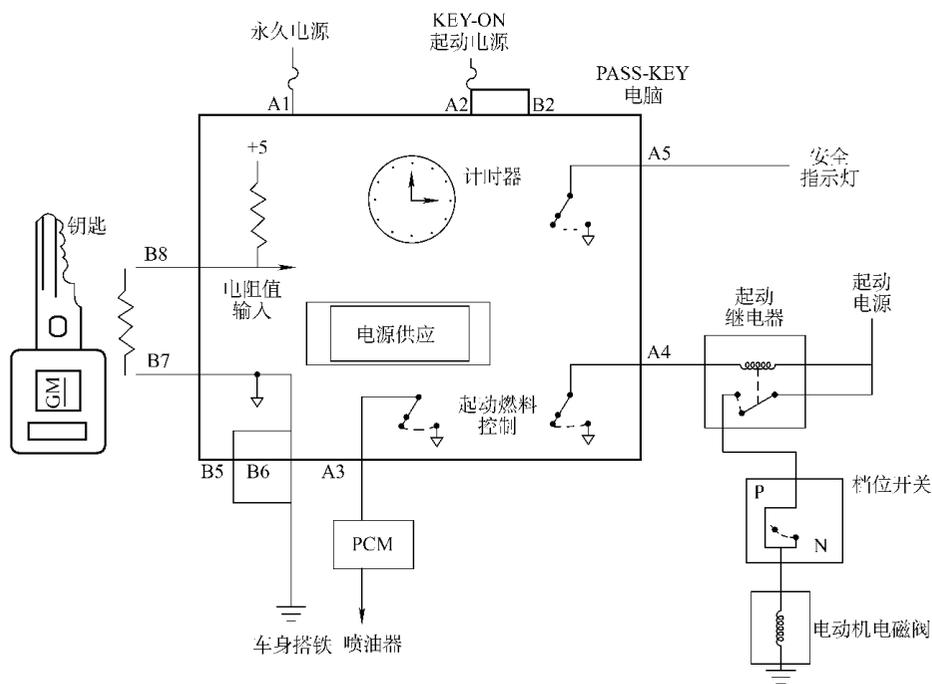

图 1-4 防盗系统示意图
(1) 测量开门锁钥匙的电阻。测量开门锁钥匙的电阻,如果电阻值不对,即使钥匙的齿形复制得完全正确,防盗系统也将发出警报,如图 1-4 所示。